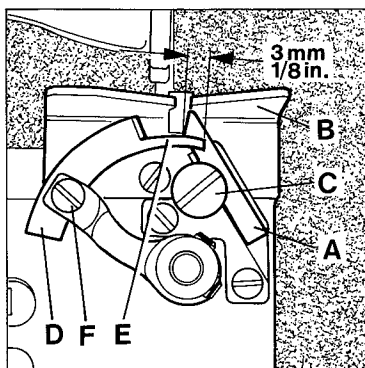

Fig.11
Set the fixed knife (A, Fig 11) so that its tip sits close to the underside of the throat plate (B). For adjustment loosen screw (C) and move knife up or down in its holder as required. Retighten screw.
Set the moving knife (D, Fig.11) so that it just clears below the throat plate underside on its entire arc of travel. In the most open position of the knives the pilot (E) should overlap the fixed knife by 3 mm (1/8 inch). In cutting position of the knives the cutting edge of the moving knife should overlap the cutting edge of the fixed knife at least 1 mm (3/64 inch). For adjusting moving knife loosen screw (F) and set knife as required. Retighten screw.
Stellen Sie das feststehende Messer (A, Fig.11) so, daß es innerhalb seiner Schwing-Bewegung unter der Stichplattenunterseite gerade freigeht. Der Führungszapfen (E) soll, in der am weitesten geöffneten Stellung der Messer, das feststehende Messer 3 mm überlappen. In Schneidstellung der Messer muß die Schneide des beweglichen Messers die Schneide des feststehenden Messers mindestens 1 mm überlappen.
Stellen Sie das bewegliche Messer (D, Fig.11) so, daß es innerhalb seiner Schwing-Bewegung unter der Stichplattenunterseite gerade freigeht. Der Führungszapfen (E) soll, in der am weitesten geöffneten Stellung der Messer, das feststehende Messer 3 mm überlappen. In Schneidstellung der Messer muß die Schneide des beweglichen Messers die Schneide des feststehenden Messers mindestens 1 mm überlappen.